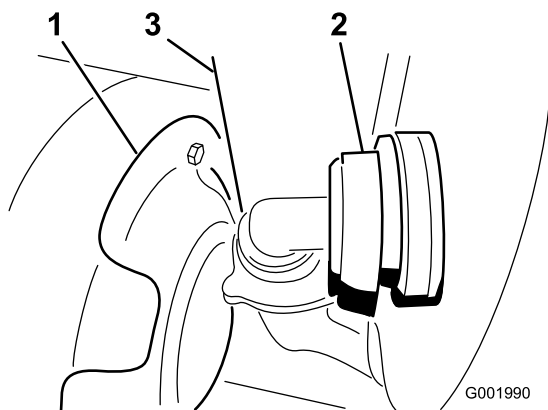

Figura 53
3. Scollegate il flessibile situato sulla parte anteriore del serbatoio, in basso (Figura 53).
**Nota:** All'occorrenza, mentre rimuovete il carter spingete indietro lo schermo termico (Figura 53).
7. Collegate il flessibile alla parte anteriore del serbatoio (Figura 53).